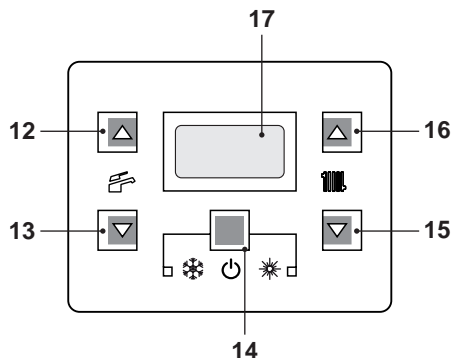
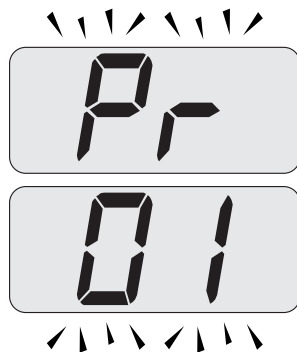
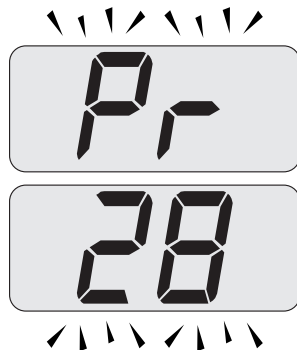
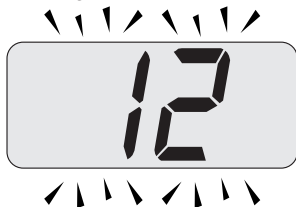

Figura 9.1
Figura 9.2
Figura 9.3
Figura 9.4
- Entrare in "modalità programmazione" premendo contemporaneamente per 10 secondi i tasti 14 - 15 - 16 (Figura 9.1) fino a far apparire sul display LCD le lettere **Pr** che si alternano con il codice **01**, indicanti l'entrata nel "parametro 01" (Figura 9.2).
- Scorrere i vari parametri utilizzando i tasti 15 o 16 fino a far apparire sul display LCD le lettere **Pr** che si alternano con il codice **28**, indicanti l'entrata nel "parametro 28" (Figura 9.3).
- Premere contemporaneamente i tasti 14 e 16 (Figura 9.1) fino a far apparire sul display LCD il valore del parametro 28 (es. 12 valore di default) (Figura 9.4).
- Premendo il tasto 14 (Figura 9.1) si ottiene la conferma del valore inserito.
- Premendo contemporaneamente i tasti 14 e 15 (Figura 9.1) si esce senza modificare il valore (ritorno alla lista parametri Figura 9.3).
- Premendo contemporaneamente per 10 secondi i tasti 14 - 15 - 16 (Figura 9.1) si esce dalla "modalità programmazione".